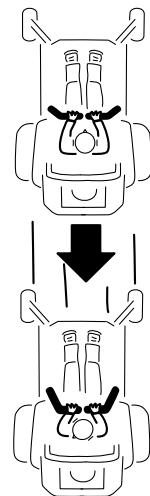

Bild 18
2. Zum Rückwärtsfahren sollten Sie nach hinten und auf den Boden schauen und die Fahrantrebshebel langsam nach hinten ziehen (Bild 18).
Wenden Sie denselben Druck auf beide Fahrantrebshebel an, um geradeaus zu fahren (Bild 18).